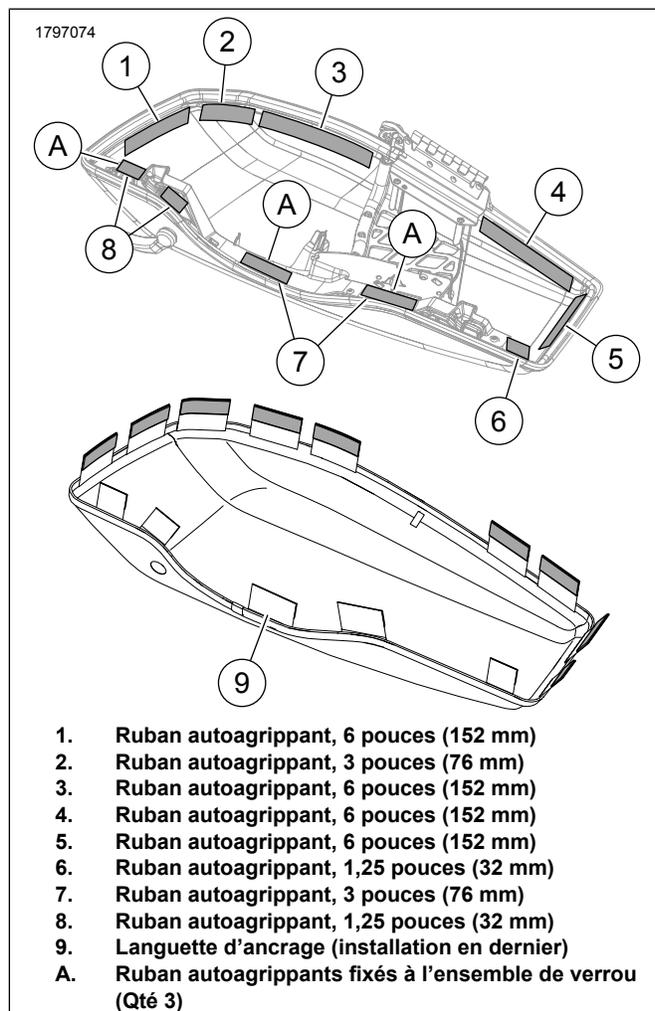

Figure 2. Couvercle gauche de la sacoche (typique)
- a. Voir la Figure 2. Remarquez où les trois rubans autoagrippants (A) seront fixés à l'ensemble de verrou. Assurez-vous que la surface est prête.
2. Voir la Figure 2. Installez des bandes de rubans autoagrippants:
- b. Placez les languettes du support sur le bord du couvercle de la sacoche et, en commençant par les languettes à côté de la charnière, contournez la couverture dans les deux sens, en terminant au centre du côté intérieur (languette d'ancrage (9)).